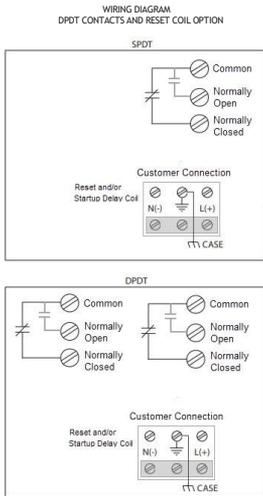

Figure 10: 接线图
开关标准配置是一组单刀双掷（SPDT）继电器，也可选择两组SPDT继电器，实现双刀双掷（DPDT）功能。若配置了复位/启动延时线圈（5550为可选，5550G为标准配置），设备会配备对应的接线端子。接线端子见图10。
4.2.4 在公共端（COM）和常开端（NOM OPEN）之间连接通断测试仪或欧姆表（如图 10），通过仪器可直观确认常开继电器触点何时闭合，即开关已动作跳闸。与此相反，公共端（COM）和常闭端（NOM CLOSE）的常闭触点会在跳闸时断开，也可通过仪表测量触点通断验证。
当配置了复位线圈时（5550G 为标准配置，5550 为可选配置，订货选项 D=1、2、3、4），设备会安装电磁机构，实现开关跳闸后的远程电动复位以及非跳闸状态下的启动延时功能。激活该功能时，需向复位线圈接线端子施加额定电压（见图 10）。复位功能只需瞬时施加电压。启动延时功能需持续施加电压，直至预设的延时结束（约 20-30 秒）。
该功能可实现开关跳闸后的远程复位。向对应端子瞬时施加额定电压，需注意极性，（见图 10）。施加电压后电磁机构得电，柱塞伸出并将开关复位至非跳闸位置。复位完成后即可切断电压，开关将保持非跳闸状态，直至受到足够的加速度作用触发跳闸。